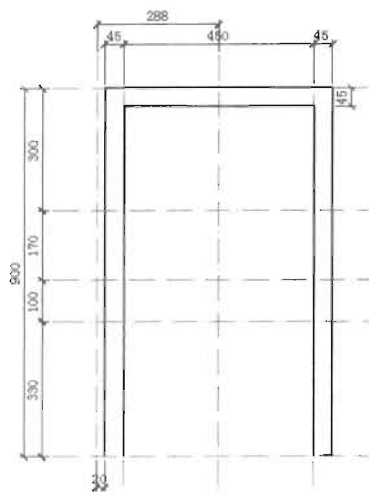

图 6-70
(3) 单击“修改”工具栏中的“偏移”按钮，将水平辅助线向上偏移，确定扶手和椅子前腿的高度和边缘位置，如图 6-70 所示。